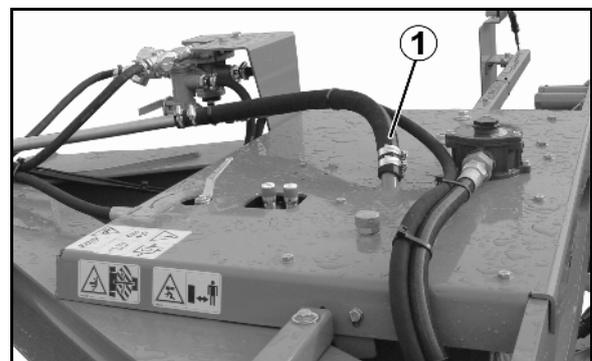

Fig. 85
1. Schelle am Saugschlauch (Fig. 85/1) lösen und Saugschlauch abnehmen.